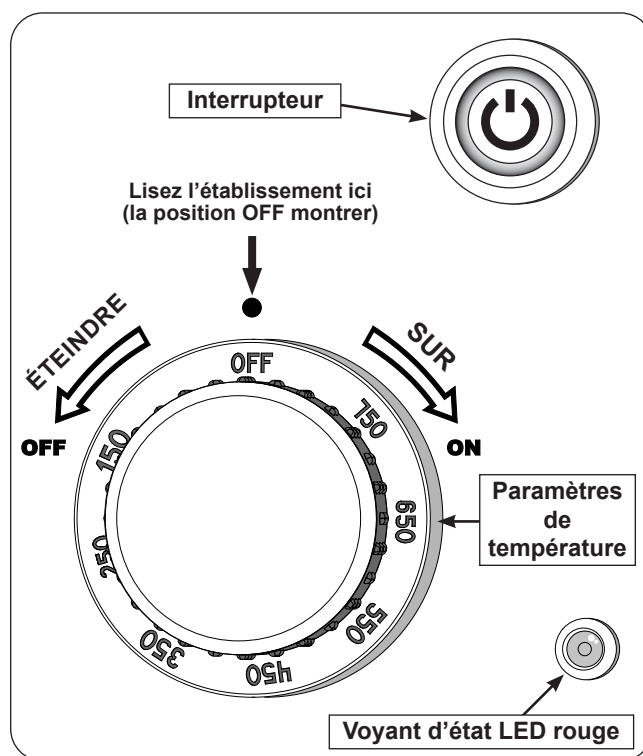

Fig. 36-1 Composants d'allumage
3. Allumez le gaz à sa source. Appuyez ensuite sur l'interrupteur d'alimentation (voir Fig. 36-1).
Pour votre commodité et votre sécurité, lorsque le système d'allumage allume l'appareil ET lorsque les brûleurs sont allumés, le voyant d'état à DEL rouge s'allume (voir fig. 36-1).